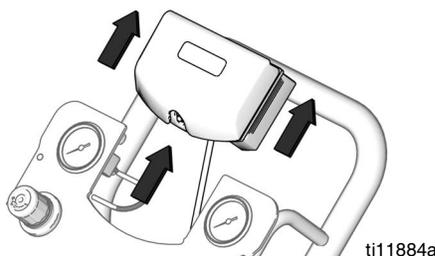

FIG. 11. Retrait du DataTrak
3. Retirer le module du DataTrack du support. Voir la FIG. 11. Mettre le module et le câble qui lui est attaché dans un endroit non dangereux.